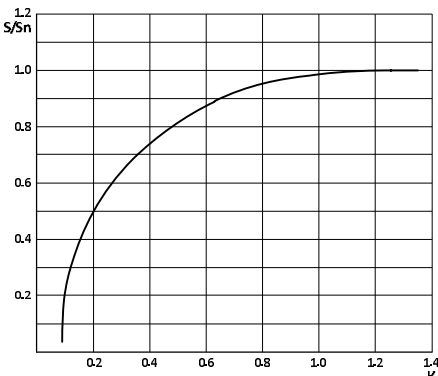

Рис. 1
Если объект воздействия имеет размеры меньше стандартного, то расстояние срабатывания S_r может измениться. Представление зависимости отношения расстояния срабатывания (S/S_n) от соотношения площади используемого объекта к площади стандартного объекта (K) показано на графике рис. 1. При работе с объектами из различных металлов и сплавов расстояние срабатывания могут уменьшаться. Для предварительных расчётов можно использовать поправочные коэффициенты приведённые в таблице.